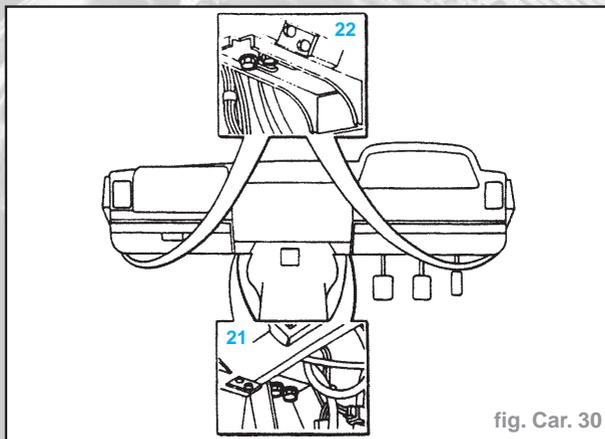

fig. Car. 30
- Déposer les 4 boulons de fixation de la planche de bord aux supports inférieurs centraux (21) (Fig. Car. 30).